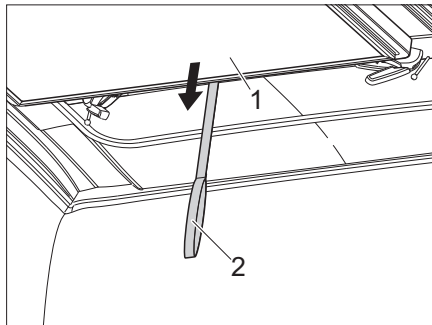

Bild 21 Liegefläche nach unten ziehen
- Liegefläche (Bild 21,1) am Gurt (Bild 21,2) nach unten ziehen.
- ▷ Vor dem Schließen des Aufstelldachs die Liegefläche (Bild 21,1) herunterziehen. Liegefläche und Aufstelldach **nicht** gleichzeitig herunterziehen.